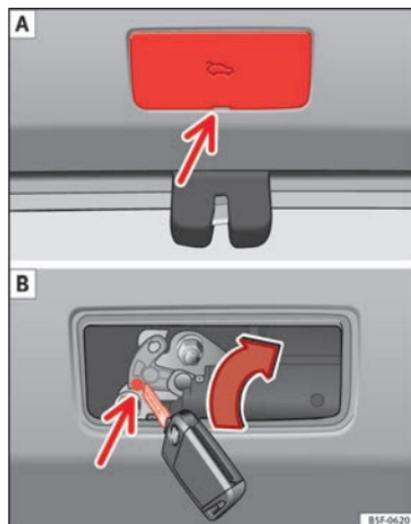

Abb. 7 Ausschnitt Gepäckraum: Zugang zur Notentriegelung
- Einen Schraubendreher in die Nut einsetzen und den Deckel entfernen » **Abb. 7 A**.
- Führen Sie den Schlüssel in die dazu vorgesehene Öffnung ein und drehen Sie diese in Pfeilrichtung, bis die Sperrklinke » **Abb. 7 B** austrastet.